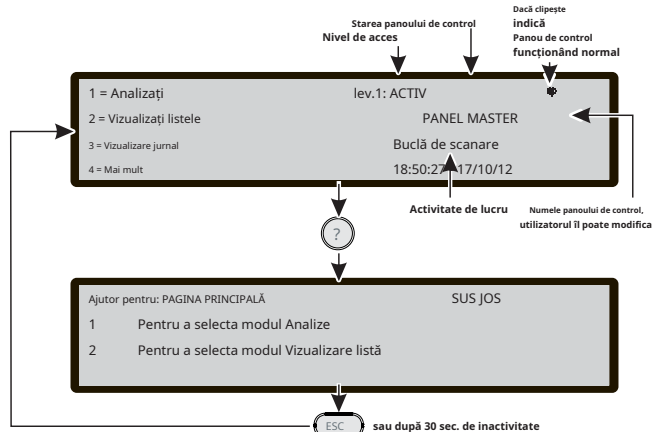

Figura 2 Exemplu de afișaj LCD după apăsarea tastei Ajutor.
- Butonul Ajutor?  pentru a deschide **Ajutor** pagini de pe (a se vedea exemplul din Figura 2).